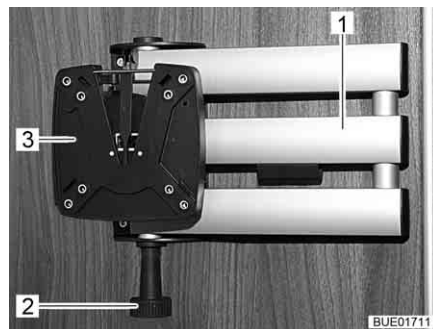

Bild 64 Halterung mit Gelenkarm
- Entriegelungsknopf (Bild 64,2) ziehen. Der Gelenkarm (Bild 64,1) ist entriegelt.
- Flachbildschirm in die Ausgangslage zurückschwenken, bis die Halterung (Bild 64,3) hörbar in die Verriegelung einrastet.